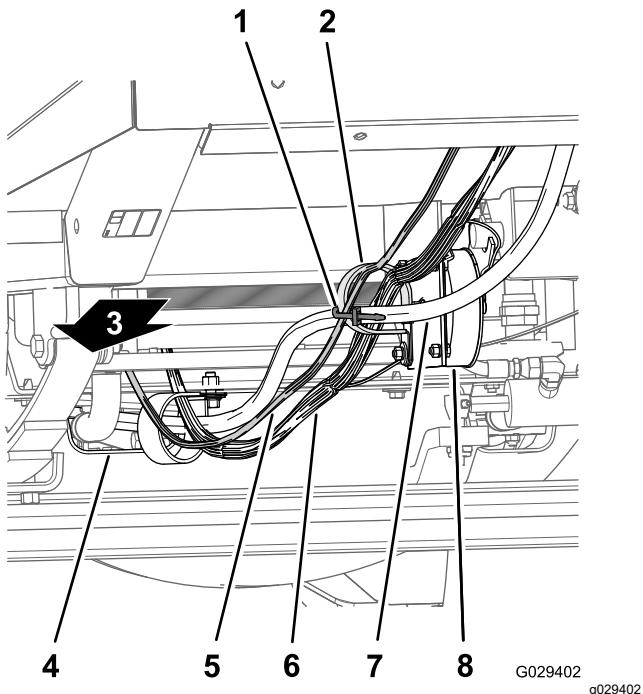
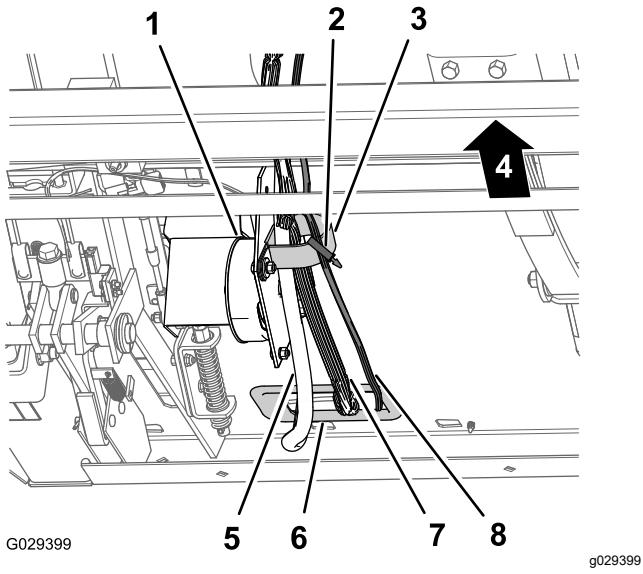

Figura 13
Figura 14
1. Encaminhe a secção da cablagem de 240 cm do painel de instrumentos ao longo da cablagem e tubos da direção da máquina (por baixo do radiador, através do grampo em R da parte inferior do suporte do radiador, através do grampo em R da bobina de controlo da velocidade (Figura 13 e Figura 14).
2. Encaminhe a secção de 240 cm da cablagem do painel de instrumentos para o grampo em R na bobina do controlo de velocidade de deslocação (Figura 13 e Figura 14).